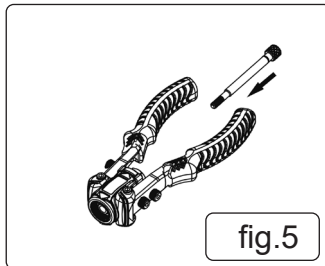

fig.5
- 4.2.1. Fit nut rivet rod (fig.1.3) into the handle (fig.5).